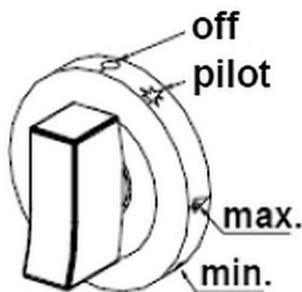

Fig. 8
2. Gire el regulador de gas (7, Fig. 1) a la posición APAG. ○ ("off"), Fig. 8).
3. Presione el regulador de gas (7).
4. Mantenga pulsado el regulador de gas (7) y gírelo en sentido antihorario hasta la posición de llama de control ★ ("Piloto"). De este modo se abre la válvula y el gas llega al quemador a través del tubo de suministro de gas.